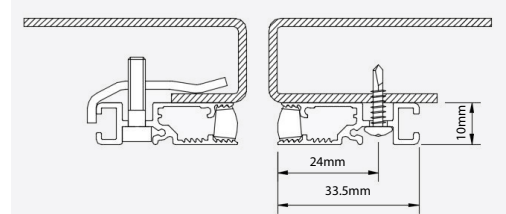

Fig. 1: E10 con morsetto di fissaggio a sinistra (da ordinare separatamente) e vite auto-filettante sulla destra
1. Installare i rilevatori utilizzando i kit di fissaggi forniti (vedere Fig 1.) I morsetti devono essere ordinati separatamente (E10 803).